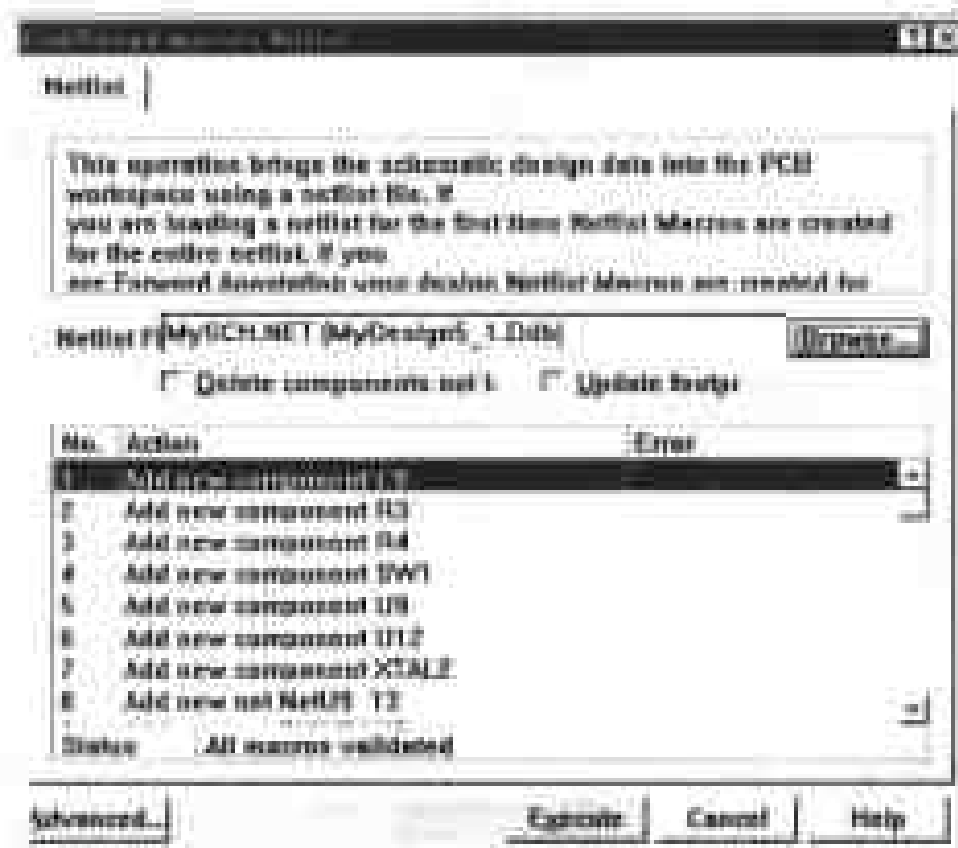

图 5-155 引入网络表后的对话框
(3) 在选择网络表文件对话框中选中网络表文件, 然后单击 OK 按钮即可。此时网络表管理器对话框变成如图 5-155 所示。